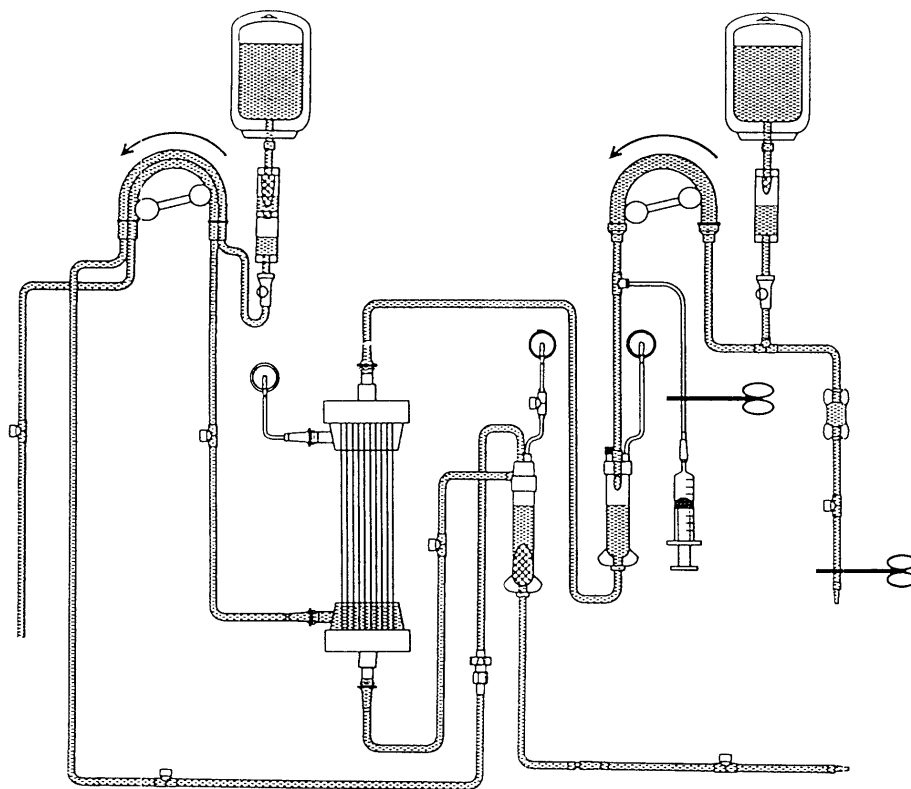

図9 濾液・置換液回路のローリングチューブのセットおよび全体の洗浄
8) 濾過液・置換液回路のローリングチューブを血漿分離ポンプにセットする。輸液ライン、置換液ラインを500 ml～1 l のヘパリン添加生理食塩液(以下、ヘパリン加生食)に接続する。血漿分離器血液出口側、患者接続部付近の鉗子を外し、血液ポンプ(約100 ml/min)、血漿分離ポンプ(約30 ml/min)を回転させ全体の洗浄を行う(図9)。